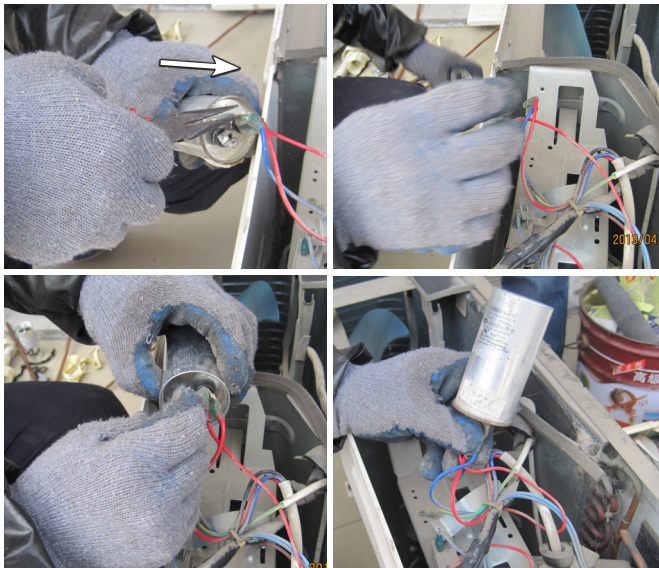

图 4-61 更换新的起动电容
9) 更换电容，如图 4-61 所示，试机压缩机运行，制冷恢复。